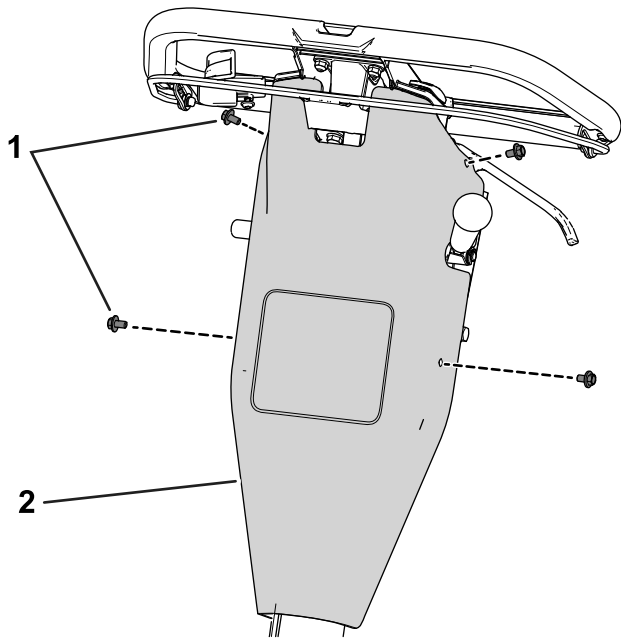

图2
2. 卸下将控制面板护罩固定到后面板上的螺丝取下控制面板护罩图2。